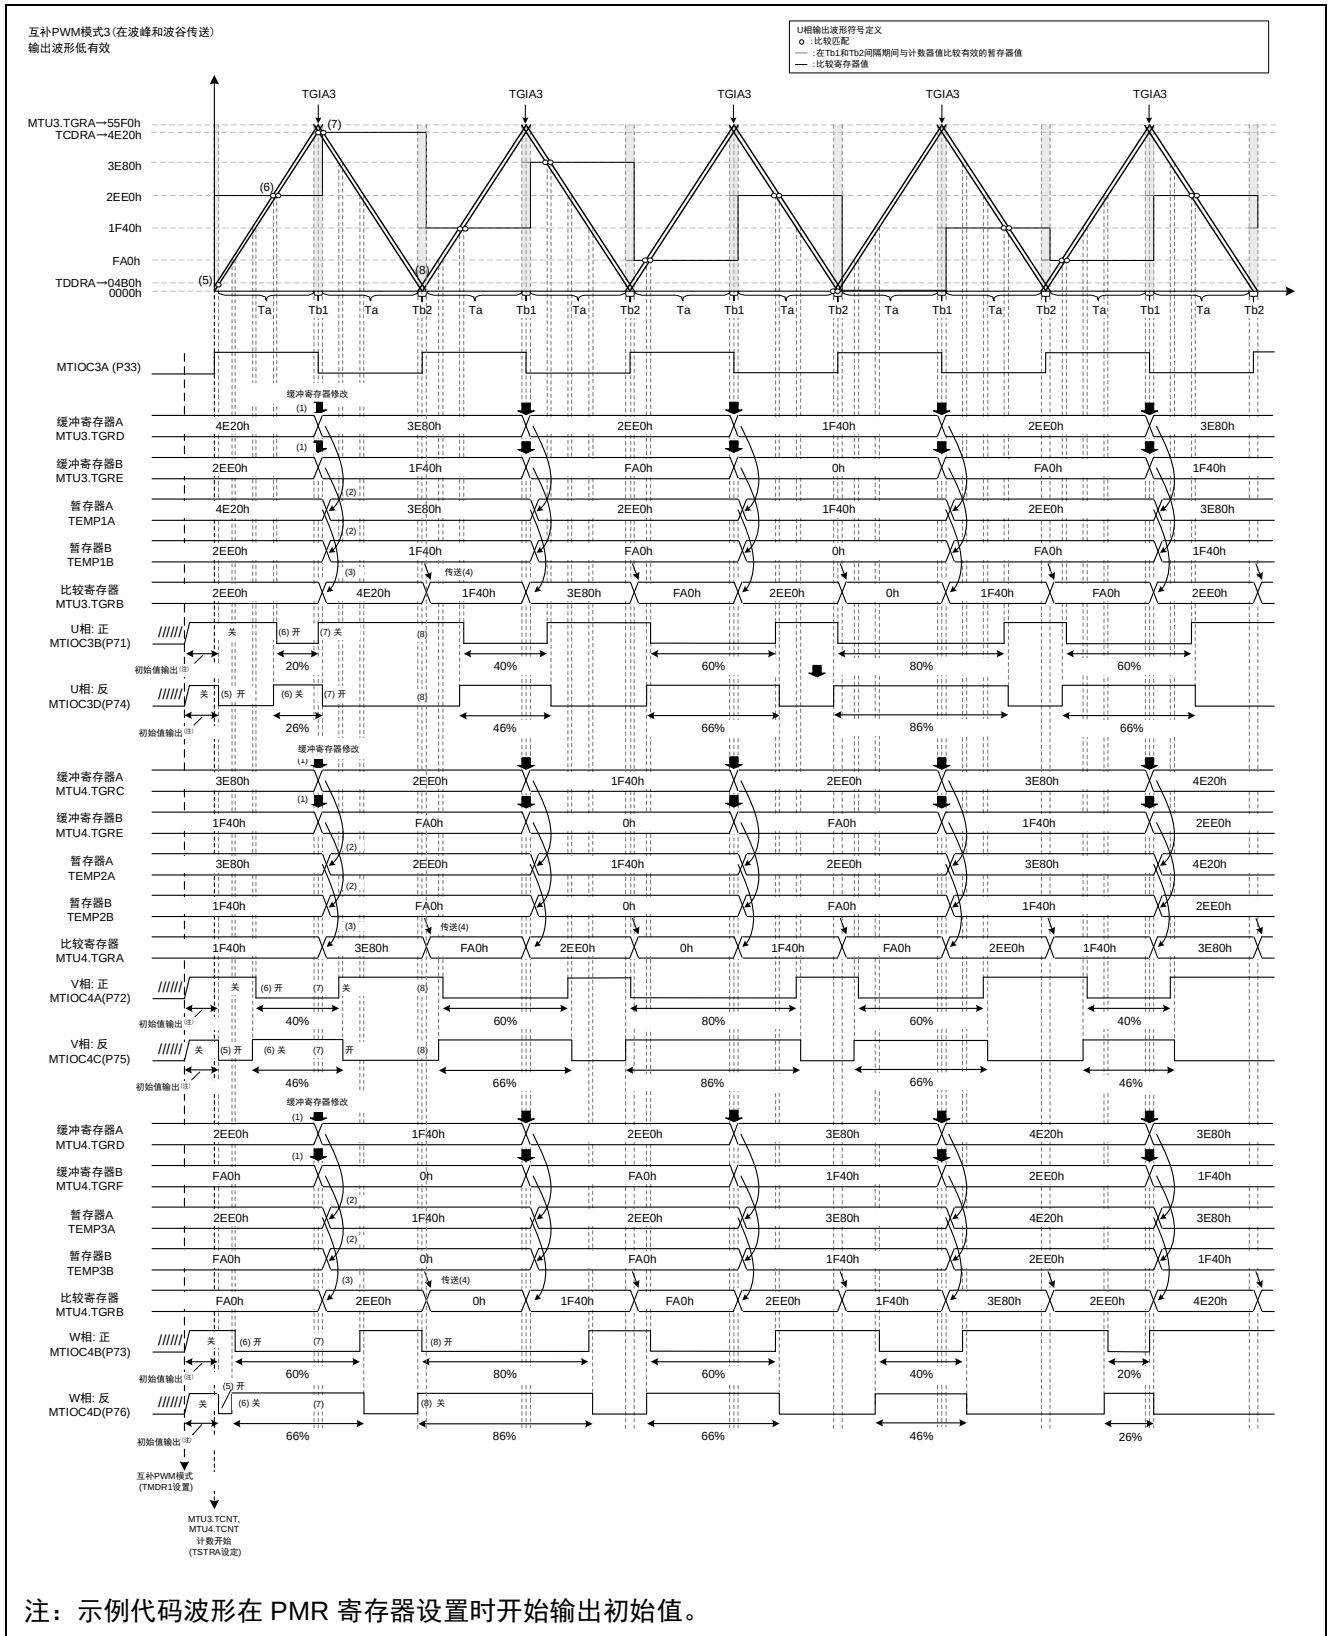

图 3.54 示例代码运行
示例代码的运行如图 3.54 所示。通过在设置为 MTU3.TCNT 上限值的 MTU3.TGRA 寄存器的比较匹配中断 (TGIA3) 处修改缓冲寄存器 A (MTU3.TGRD, MTU4.TGRC 和 MTU4.TGRD) 和缓冲寄存器 B (MTU3.TGRE, MTU4.TGRE 和 MTU4.TGRF) 的值, 可以在每个周期改变占空比的设置 (图 3.54 中 (1))。
在缓冲寄存器修改结束时写入 MTU4.TGRD 可以使能从缓冲寄存器 A 和 B 到暂存器 A 和 B 的数据传送。当在 Ta 间隔内写入 MTU4.TGRD 时, 写入缓冲寄存器的数据立即传送到暂存器, 但是在本示例代码中, MTU4.TGRD 是在 Tb1 间隔内写入, 因此在 Tb1 间隔结束后数据会传送到暂存器 (图 3.54 中 (2))。
由于此示例代码使用互补 PWM 模式 3 进行波峰波谷传送, 比较寄存器通过在 Tb1 间隔结束时 (图 3.54 中 (3)) 从暂存器 A 和 Tb2 间隔结束时 (图 3.54 中 (4)) 从暂存器 B 传送来更新数据。
根据 TOCR2A 的 OLS1P, OLS1N, OLS2P, OLS2N, OLS3P 和 OLS3N 位的设置, 正相和反相的输出初始值均为 OFF。在 MTU3.TMDR1 中设置互补 PWM 模式后, 输出继续直到 MTU4.TCNT 大于 TDDRA 寄存器的值 (图 3.54 中 (5))。
1. Ta 间隔内发生比较寄存器和计数器寄存器之间的比较匹配, 反相输出 OFF, 然后正相输出 ON (图 3.54 中 (6))。
2. Tb1 间隔内使能比较寄存器和暂存器 A。U 相发生比较匹配, 正相输出 OFF, 然后反相输出 ON。当 V 相和 W 相不发生比较匹配时, 波形不会改变 (图 3.54 中 (7))。
3. Tb2 间隔内使能比较寄存器和暂存器 B。当 U 相和 V 相的计数器寄存器和比较寄存器之间不发生比较匹配时, 波形不会改变。W 相发生比较匹配, 正相输出 OFF, 然后反相输出 ON。 (图 3.54 中 (8))。